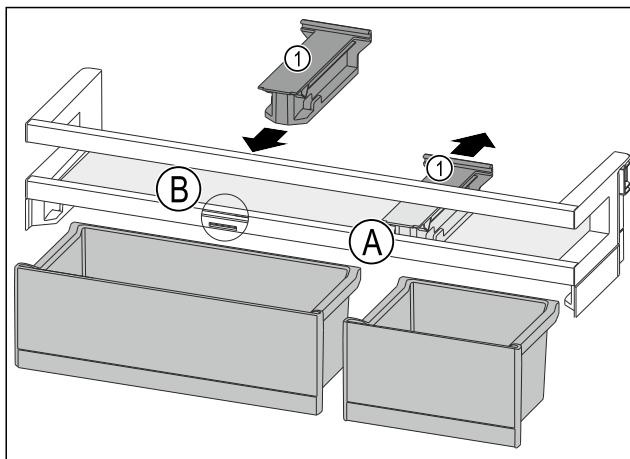

Fig. 87
- ▶ Vedä kiinnitysosa Fig. 87 (1) kohdassa Fig. 87 (A) taaksepäin irti.
- ▶ Aseta kiinnitysosa Fig. 87 (1) kohdassa Fig. 87 (B) paikalleen.